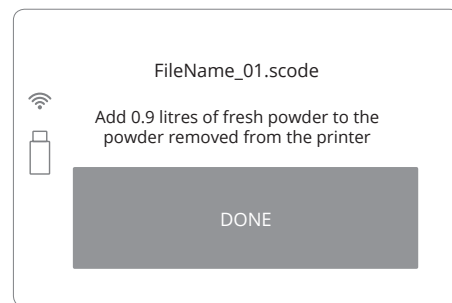

Abbildung 41. Bildschirm mit Informationen darüber, wie viel frisches Pulver für den nächsten Druck hinzugefügt werden muss.
- Die Menge an Frischpulver (für PA12 und PA11), die für den nächsten Druck hinzugefügt werden muss, wird auf dem Bildschirm angezeigt (Abbildung 41).